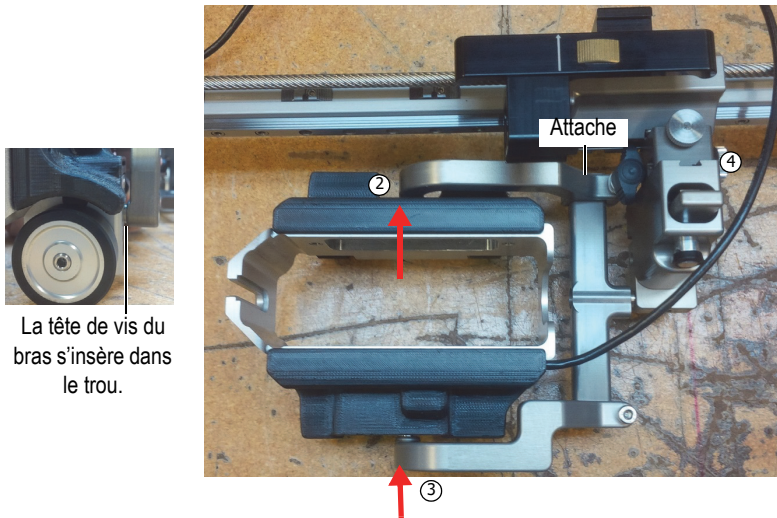

Figure 2-14 MagnaFORM maintenu sur le scanner à l'aide des bras de montage
2. Attachez le bras de montage droit (correspondant au côté gauche) au support de sonde à l'aide de l'attache fournie et insérez la tête de vis dans le trou situé sur le côté du MagnaFORM (voir la Figure 2-14 à la page 38).